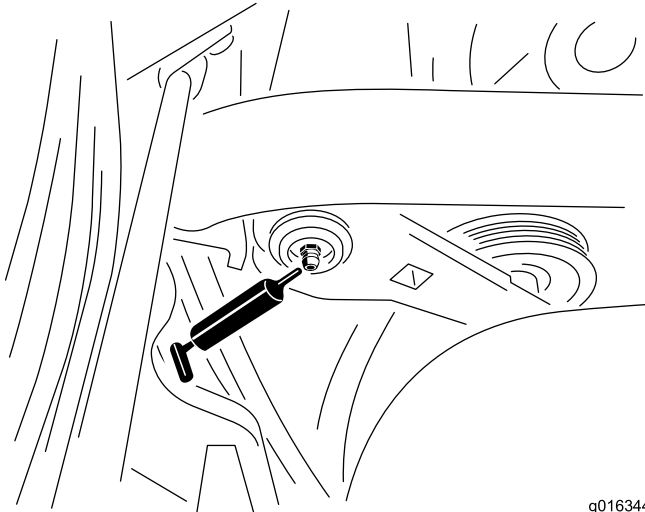

Figura 43
1. Limpie el engrasador para evitar que penetre materia extraña en el cojinete o el casquillo (Figura 43).